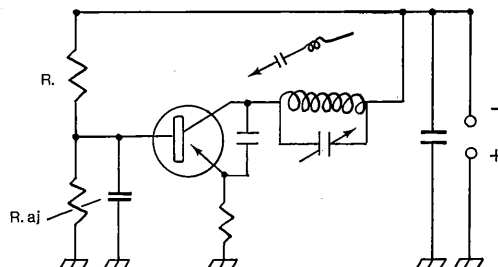

Fig. 10. — Oscillateur HF par couplage capacité collecteur-base.
lant la self, on peut recueillir les harmoniques 2 f, 3 f, etc., à la sortie. Mais il n'est pas obligatoire d'employer cet organe, qui n'est pas de vente courante, et qui impose telle ou telle fréquence au départ. La figure 10 présente un montage à self accordée comme précédemment, mais l'oscillation est provoquée cette
O.C.-I. n° 44, p. 12 (fig. 10). — La légende est incomplète. Lire « sous les têtes rotatives, un disque mince subit l'influence d'un bobinage qui le freine sans qu'il y ait contact ».